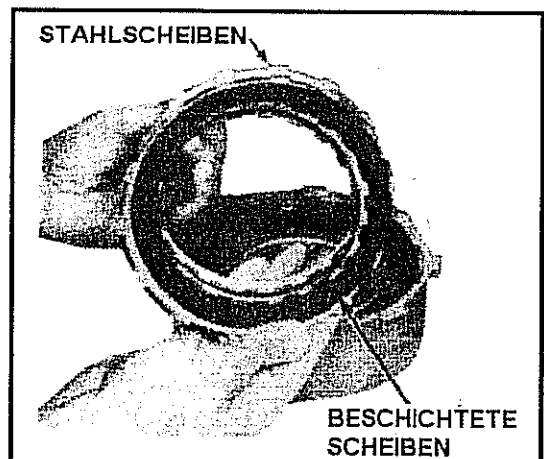

Abb. 10-82 Kupplungsscheiben einer Lamellenkupplung
- Den Lamellenkupplungssatz und eine Feder-scheibe aus dem Kupplungsgehäuse Direkter Gang entfernen. Siehe Abb. 10-82.